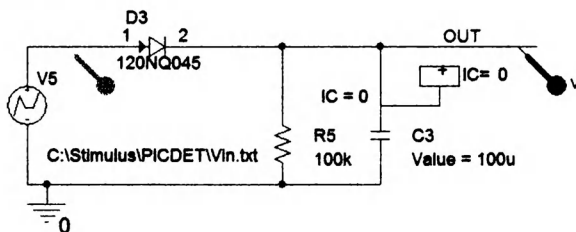

Рис. 8.18. Модель пикового детектора
1. В проекте PR-16 на новой странице создадим схему пикового детектора (рис. 8.18). Чтобы установить начальное условие (IC) на конденсаторе C3, подключаем компонент IC = 0 из библиотеки SPECIAL. Это гарантирует, что в момент  $t = 0$  напряжение на конденсаторе равно 0 В (IC = 0). Эту библиотеку также добавляем в проект.